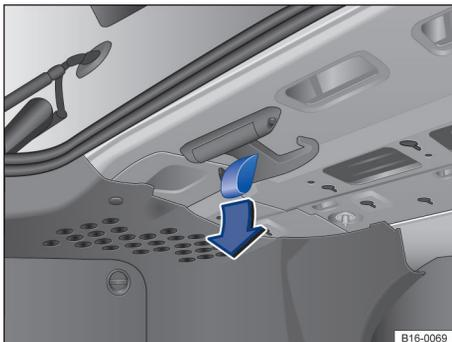

Fig. 92 En el maletero: gancho para bolsas.
- Tire de la cinta del gancho ⇒ fig. 92 hacia abajo.